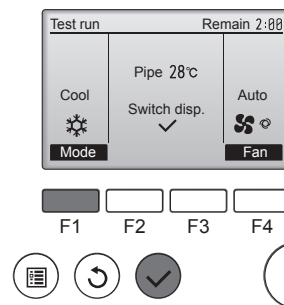

Fig. 8-3
- 1 Tryck på [F1] när du vill växla funktionsläge. (Fig. 8-3)